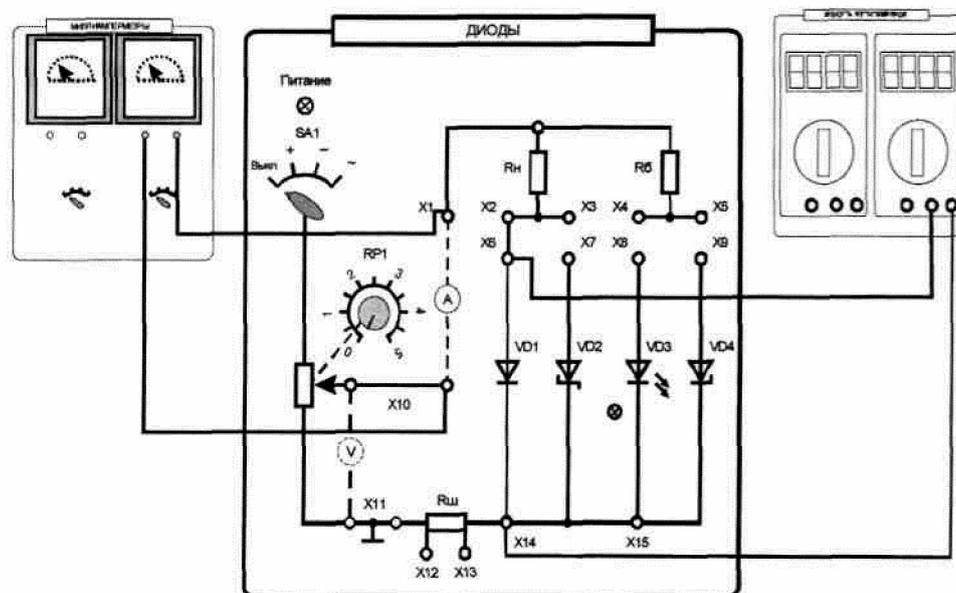

Рис. 3.1.4
постоянного напряжения (рис. 3.1.4). Включить электропитание стенда и установить переключатель SA1 в позицию «+».
3.3.1. Собрать схему для исследования стабилитрона на постоянном токе (аналогично схеме по рис. 3.1.4. Выполнить пункт 3.1.2 для стабилитрона. Построить график зависимости выходного напряжения $U_{ст}$ от тока $I_{ст}$. Результаты занести в табл. 3.1.6.
Собрать схему для исследования светодиода (VD3) на постоянном токе (аналогично схеме по рис. 3.1.4). Включить питание модуля диодов (выключатель SA1 в позицию «+») и увеличивая **положительное** входное напряжение от 0 с помощью потенциометра RP1, измерять напряжение на светодиоде и ток светодиода. Установить при этом степень светоизлучения (отсутствует, слабое, среднее, сильное). Результаты занести в табл. 3.1.8.